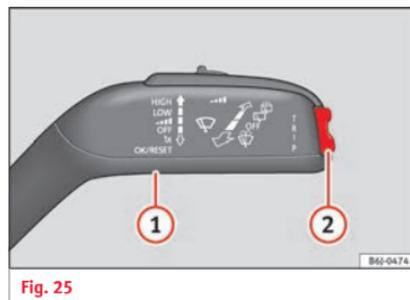

Fig. 25
Uso mediante la leva del tergcristalli » fig. 25.
- 1 Premere per selezionare e confermare » fig. 25
- 2 Premere verso l'alto o verso il basso per consultare i sottomenu » fig. 25